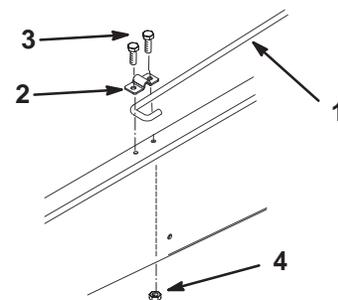

Bild 9
6. Lösen Sie die Schraube, mit der der Ständerclip am Chassis befestigt ist, bis Sie das J-förmige Hakenende des Ständers unter den Clip schieben können (Bild 9).
- Ziehen Sie die Schraube an und befestigen Sie die andere Seite des Clips mit einer neuen Schraube (5/16 x 3/4 Zoll) und einer Bundmutter (5/16 Zoll) (Bild 9).